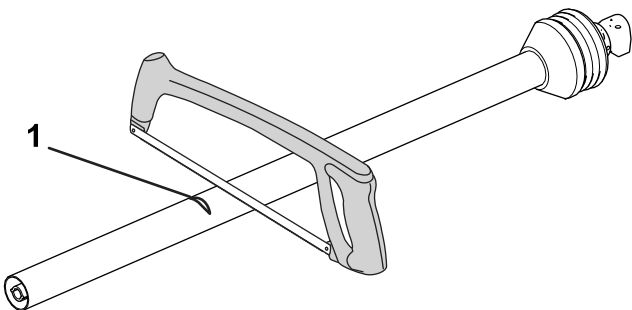

Figura 14
- 7. Retire y corte cada sección en la marca (Figura 14).